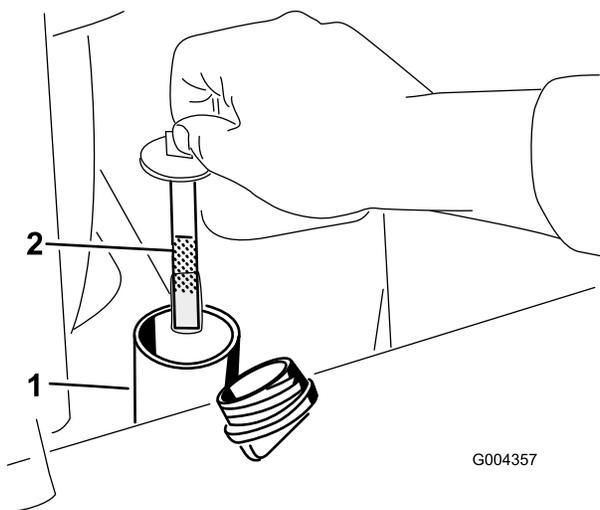

**Figura 59**
5. Pulite la zona intorno al collo del bocchettone del serbatoio idraulico (Figura 59).